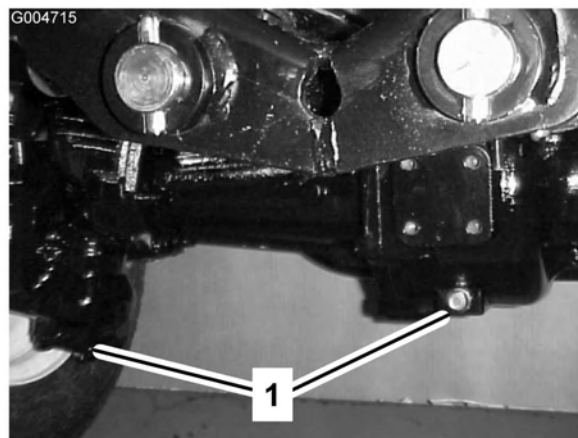

Figura 59
- Pulite attorno ai tre tappi di spurgo, uno per lato ed uno in centro (Figura 59).